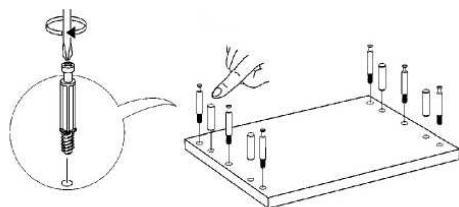

Рис. 3 - Установка шкантов и штоков эксцентриков
2.1 Ввинтите в спинку (1), изножье (4) штоки эксцентриков, а также вставте шканты. (Рис.3).